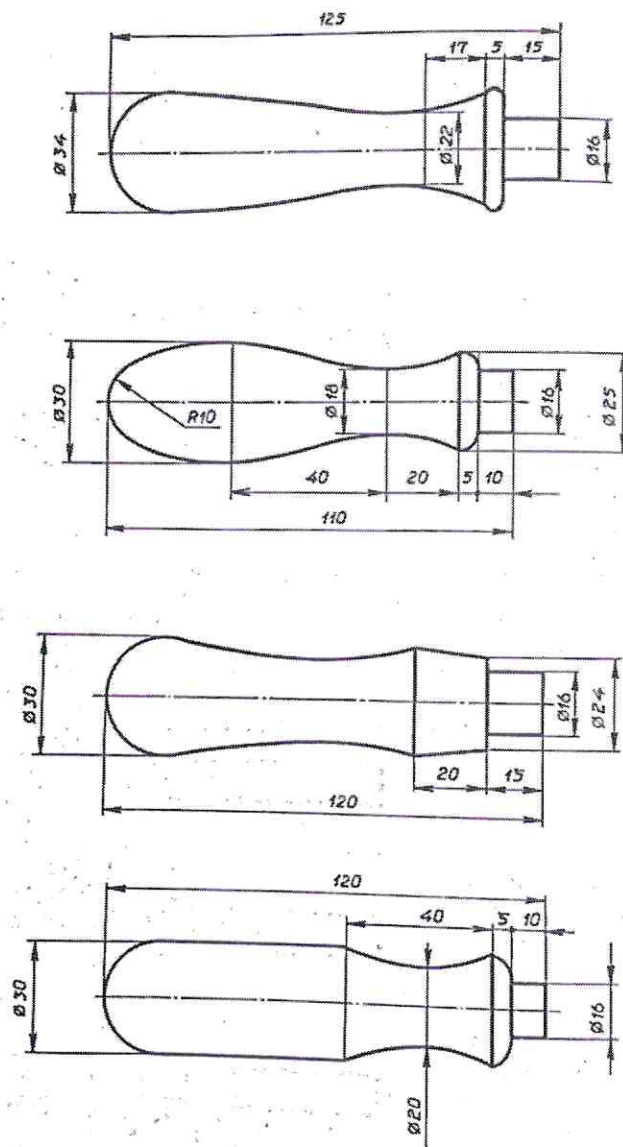

Рис. 1. Варианты исполнения ручки для инструмента
1. По указанным данным, в М 1:1 разработайте чертёж ручки для инструмента (Рис.1). Чертёж оформляйте на формате А4, с указанием рамки и основной надписи.
2. Форму ручки выберете из представленных ниже (Рис. 1).
1. По указанным данным, в М 1:1 разработайте чертеж крючка (Рис.1). Чертеж оформляйте на формате А4, с указанием рамки и основной надписи.